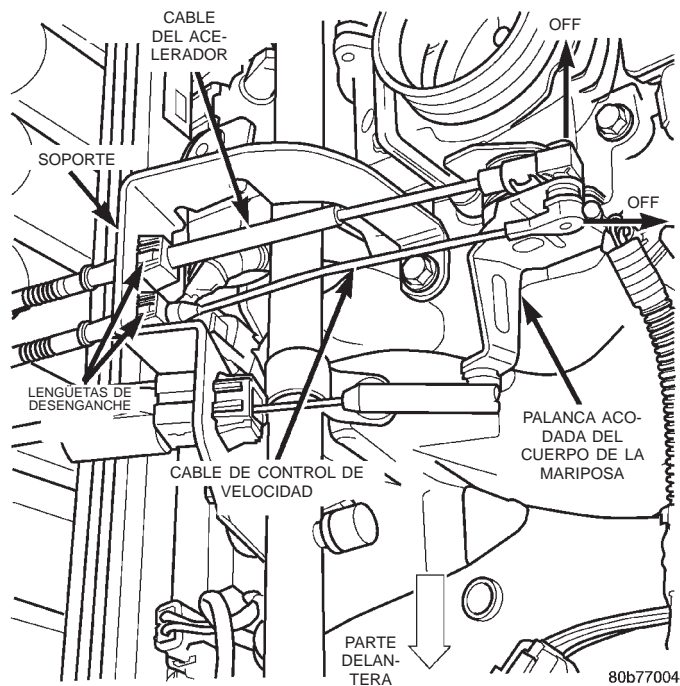

Fig. 4 Cable del control de velocidad en la palanca acodada—Motor 4.0L
(3) Haciendo solamente presión con los dedos, retire el conector del cable de control de velocidad de la aguja de la palanca acodada del cuerpo de mariposa, empujando el conector para retirarlo de la palanca acodada, en dirección al lado del conductor del vehículo (Fig. 4). **NO trate de tirar del conector en sentido perpendicular respecto de la aguja de la palanca acodada, pues el conector podría romperse.**
(4) Retire el cable de la guía situada en la parte superior de la tapa de válvulas.
(5) Apriete las 2 lengüetas de desenganche (Fig. 4) situadas a ambos lados del cable en el soporte y empuje el cable hacia afuera del soporte.
(6) Retire el cable del servo del mismo. Para informarse sobre el procedimiento apropiado, consulte Desmontaje e instalación del servo de control de velocidad, en este grupo.